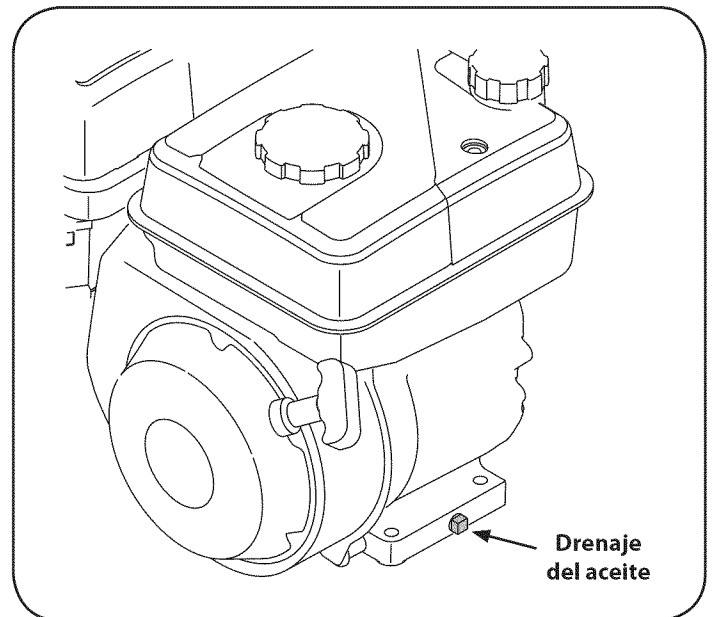

Figura 24
3. Extraiga la tapa de extremo de drenaje de aceite que se encuentra en la base del motor, y drene el aceite en un recipiente adecuado. Vea la Figura 24.